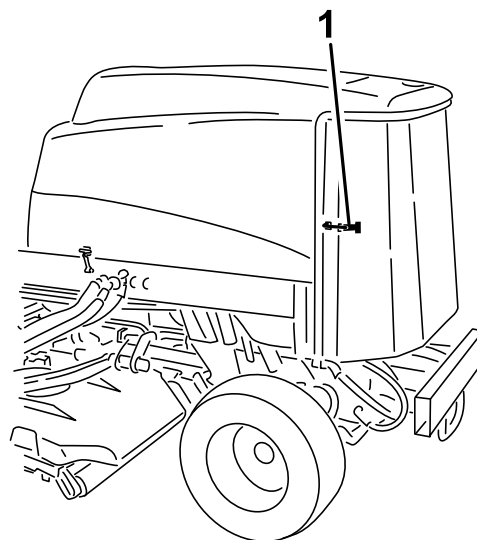

Figure 91
1. Déverrouillez et ouvrez la grille arrière (Figure 91).